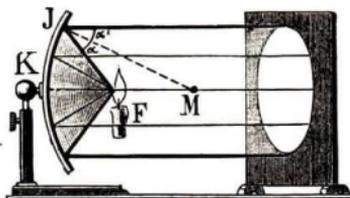

Abb. 228. Reflektor
3. Was tritt im **Brennpunkt ein**? a) Rückt die Lichtquelle A in den Brennpunkt F (Abb. 228), so werden die von ihr auf den Spiegel treffen-